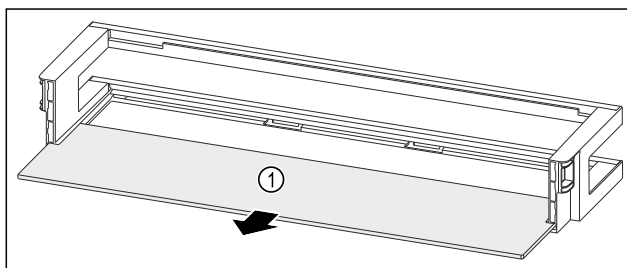

Fig. 96 Vratna polica z odlagalno polico
- ▶ Odstranite polico za odlaganje Fig. 96 (1).